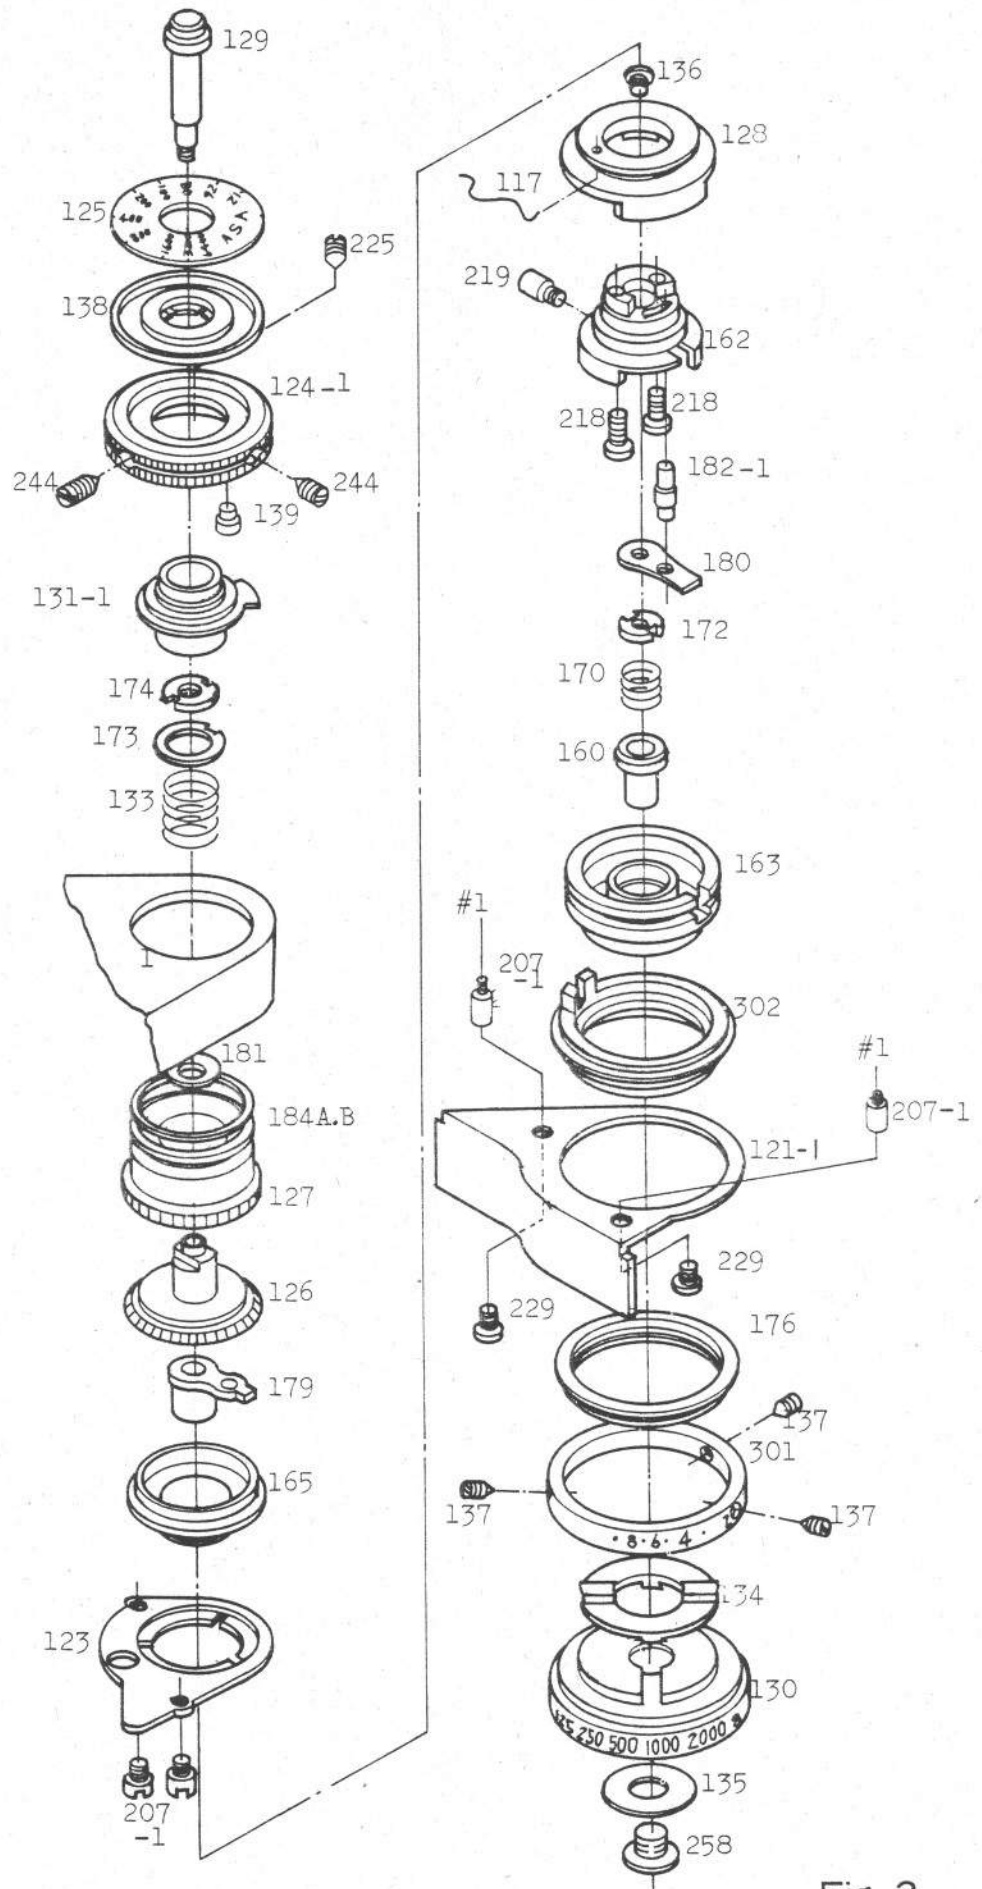

Fig. 2
7.1 T-dial unit (Fig.2)
7. 1 Tダイヤル部 (Fig. 2)